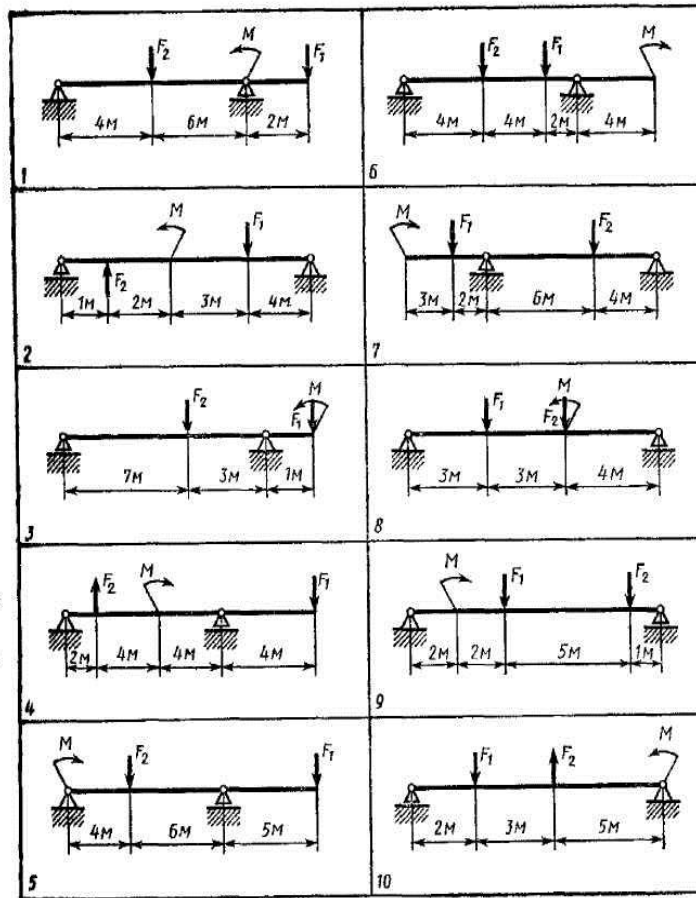

Рисунок 6 - Двухопорная балка
**Задачи 71–80:** Для заданной двухопорной балки (рисунок 6, схемы 1–10) определить реакции опор, построить эпюры поперечных сил и